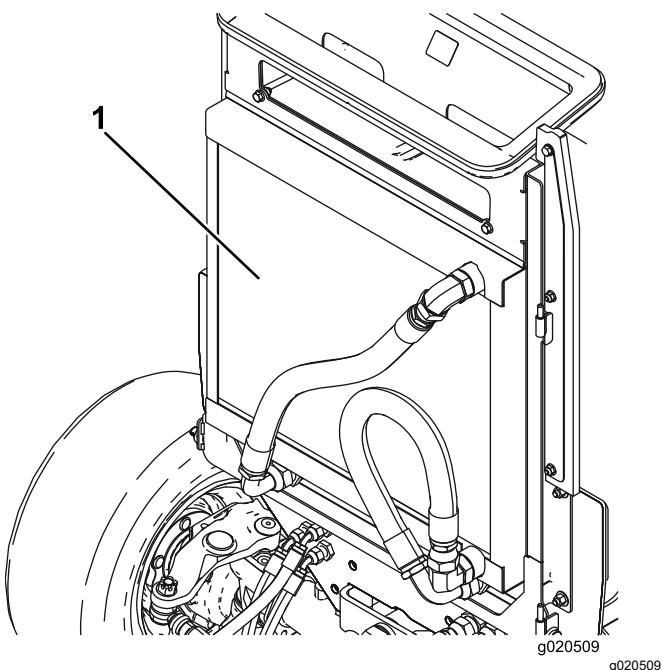

Bild 157
6. Reinigen Sie beide Seiten des Ölkühler- und des Kühlerbereichs (Bild 157) gründlich mit Druckluft. Blasen Sie Rückstände von vorne nach hinten heraus. Reinigen Sie dann von hinten und blasen Sie nach vorne. Wiederholen Sie diesen Vorgang mehrmals, bis alle Rückstände entfernt sind.